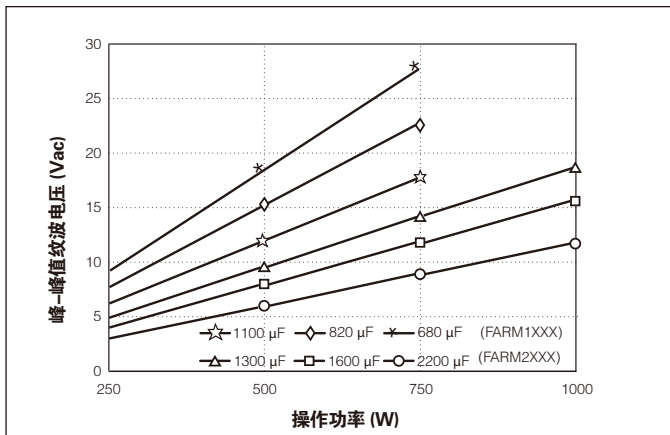

图 8-10 纹波电压与输出功率和母线电容的关系。母线电容由 C1 和 C2 串联组成
**决定保持电容两端的纹波电压** 如图 8-10 所示，纹波电压是输出功率和母线电容的函数。可以看出，保持电容两端的纹波电压为 12 V 峰-峰值。